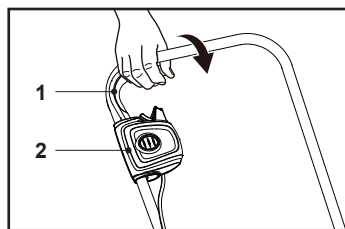

Fig. 14
2. Para desligar, liberte a alavanca de arranque / paragem (1) (Fig. 14).